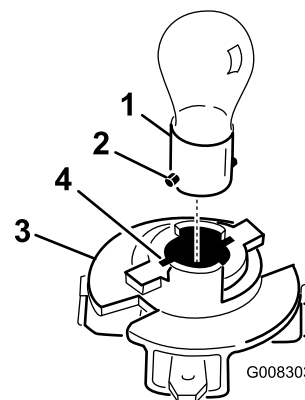

Figura 30
8. Premete e ruotate la lampada in senso antiorario finché non si ferma (circa 1/4 di giro), e toglietela dal portalampada (Figura 30).
1. Allineate i perni metallici sulla base della lampada con le scanalature del portalampada, ed inserite la base nel portalampada (Figura 30).
3. Allineate le linguette del portalampada (Figura 30) con le fessure del riflettore.